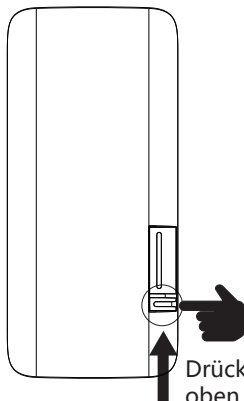
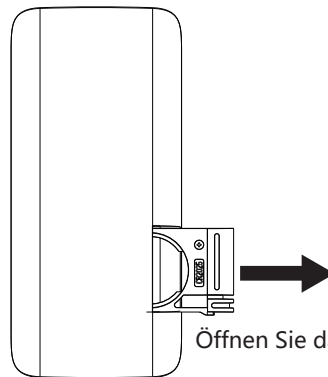

Bild 1
Bild 2
2. Die Fernbedienung wird mit Batterien geliefert. Wenn der Akku leer ist und ausgetauscht werden muss, kaufen Sie bitte CR2025 3V Batterien. Wie in Bild 1 gezeigt, drücken Sie die Verriegelungsleiste nach oben und ziehen Sie dann, wie in Bild 2 gezeigt, das Batteriefach auf, um die Batterien zu installieren.
1. Strecken Sie sich nach unten, beugen Sie sich und entspannen Sie Schultern und Rücken, dann versuchen Sie, Ihre Füße zu berühren, 3 Mal (Bild 1).
2. Strecken Sie die Beine aus und setzen Sie sich auf eine Matte. Strecken Sie ein Bein und halten Sie das andere, um das Gleichgewicht zu halten. Versuchen Sie dann, die Zehen des gestreckten Beins zu berühren. Halten Sie die Pose 10-15 Sekunden lang und wiederholen Sie sie dann für das andere Bein. Wiederholen Sie dies 3 Mal (Bild 2).